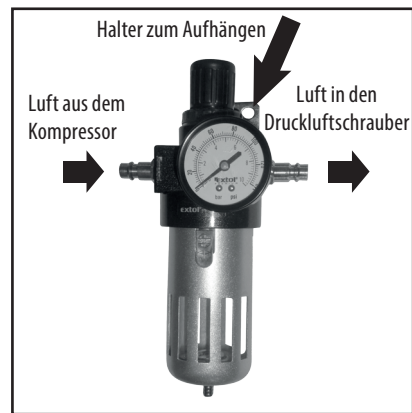

Abb.11
- Schließen Sie den Luftausgang am Kompressor an die richtige Öffnung an der Aufbereitungsanlage an, siehe Abb. 11.